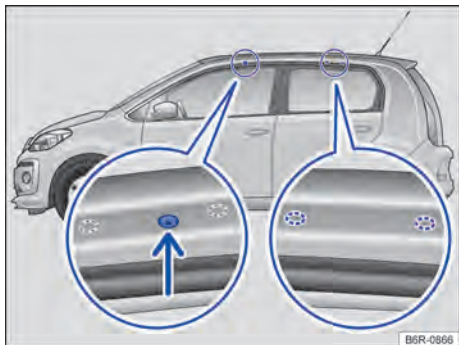

Fig. 98 Veículos sem bagageiro do teto: Pontos de fixação dos suportes de base do bagageiro do teto (ambos os lados).
Os furos ou marcações dos pontos de fixação dos suportes de base dianteiros se encontram no lado inferior das vigas do teto → Fig. 98  (lupa esquerda). Os furos ou marcações para fixação atrás encontram-se no lado inferior das vigas do teto → Fig. 98  (lupa direita).
- Fixar os suportes de base somente nas marcações indicadas na figura → Fig. 98.